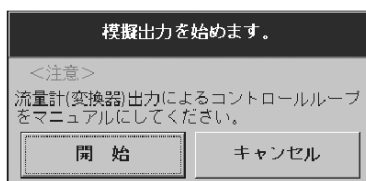

図50
- ② 図50のようなメッセージボックスが現れますので、アナログ出力を行う場合は「開始」をクリックしてください。止める場合は「キャンセル」をクリックしてください。